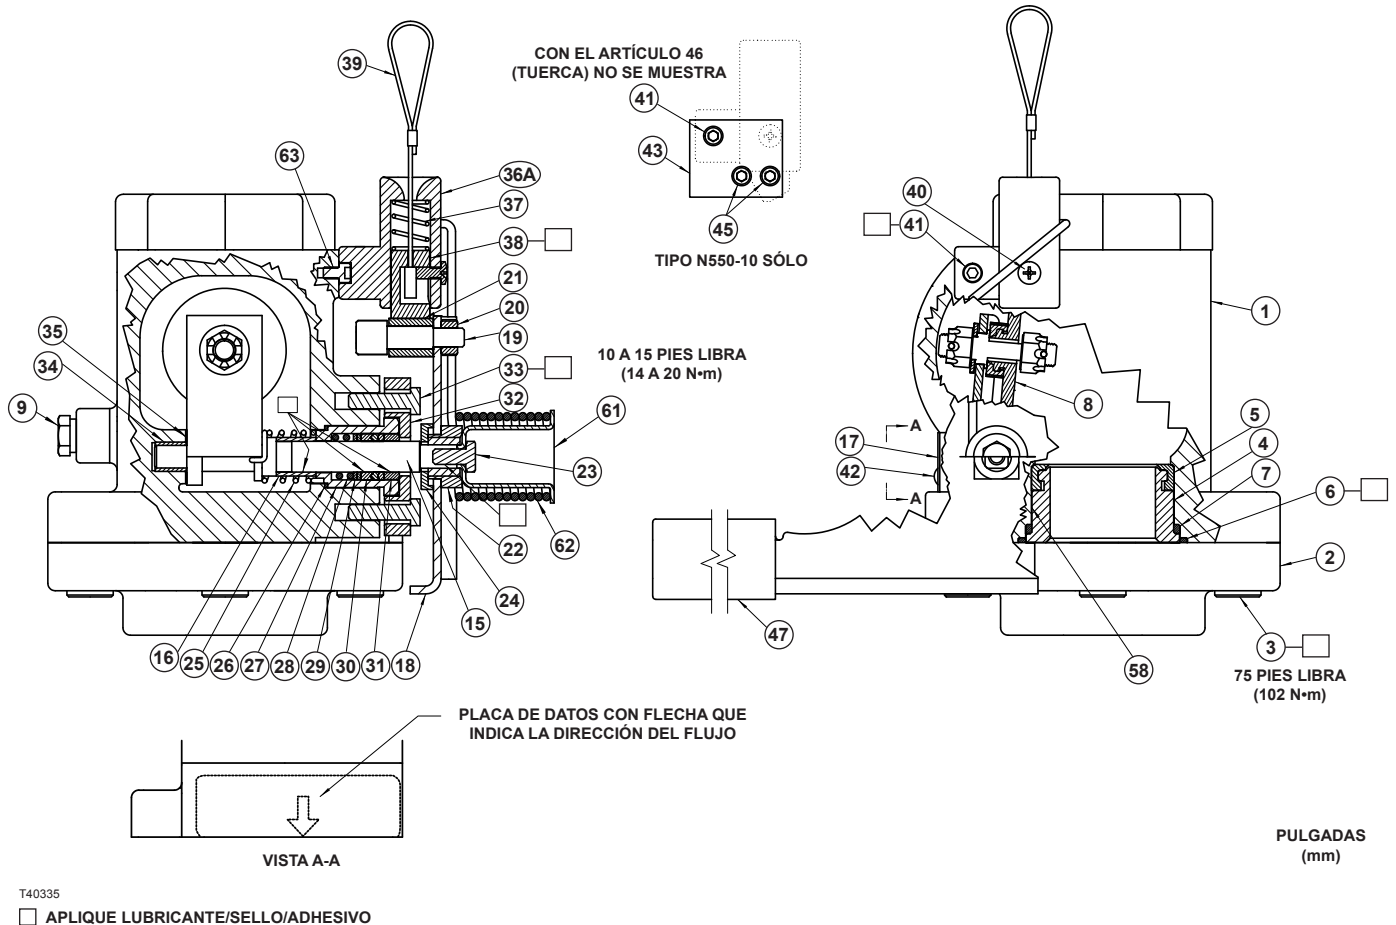

Figura 6. Conjuntos de la válvula de cierre Tipo N550
**Las válvulas Tipo N550 se cierran con resortes (con ayuda de la presión) y cierran el flujo sólo en una dirección. LA FLECHA DE FLUJO DE LA PLACA DE DATOS MUESTRA LA DIRECCIÓN DE FLUJO PARA EL CIERRE DE LA VÁLVULA (consulte la Figura 6). La flecha debe apuntar a la conexión de la manguera. Una dirección de flujo indebida no cerrará el flujo que pasa en la línea.**